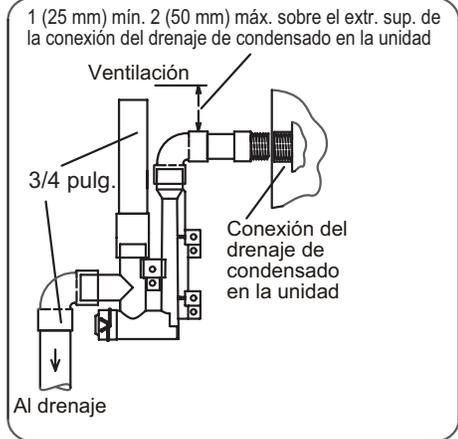

FIGURA 48
- 3 - Instale la tapa sobre la abertura de limpieza en la base de la trampa. Sujétela con una abrazadera. Ver FIGURA 48.
- 4 - Instale la trampa de drenaje con los accesorios de PVC apropiados y aplique pegamento a todas las uniones. Aplique pegamento a la trampa de drenaje proporcionada como se muestra en la FIGURA 48. Dirija la línea de condensado a un drenaje abierto.